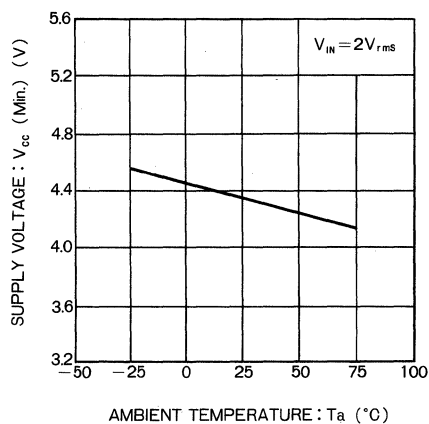

Fig.6 16点目点灯限界電源電圧一周囲温度特性
2) 16 点目の電源電圧による点灯限界は, 温度により Fig.6 に示すような特性をもっていますので注意してください。